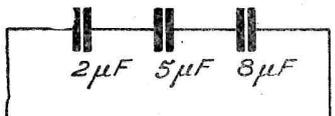

FIG. 8.
e) Branchés selon la figure 8, la capacité résultante C est égale à l'inverse de la somme des inverses de chaque condensateur :
soit en chiffrant l'exemple de la figure 8 :